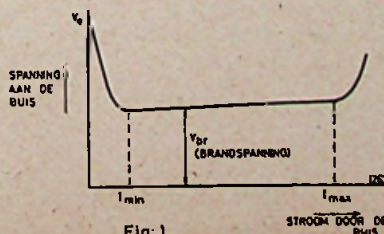

Fig. 1
Zoals dat met alle buizen het geval is, die met gas gevuld zijn, is het ook bij de stabilisatorbuizen noodzakelijk een begrenzingsweerstand op te nemen in serie met de buis. De stroom door de buis zou anders toe kunnen nemen tot een ontoelaatbare waarde. Heeft men bijv. de beschikking over een spanningsbron, met een uitgangsspanning groter dan V_0 (fig. 1) en een verwaarloosbare inwendige weerstand, dan zou de stroom door de buis zo groot worden, dat de buis vernield wordt.
1. De stroom door de buis tijdens bedrijf niet beneden de minimum waarde loopt (I_{min} uit fig. 1 opgegeven door de fabrikant).
2. De maximale stroom door de buis niet groter wordt dan I_{max} (uit fig. 1 eveneens opgegeven door de fabrikant), ook bij het ontsteken.